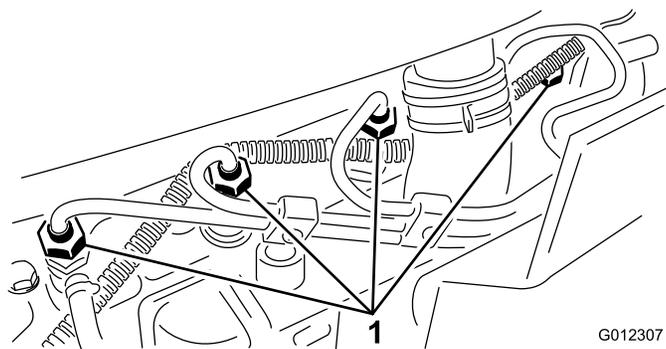

Figura 34
1. Liberte a tubagem que se encontra ligada ao injector nº 1 e à estrutura de suporte da bomba de injeção (Figura 34).